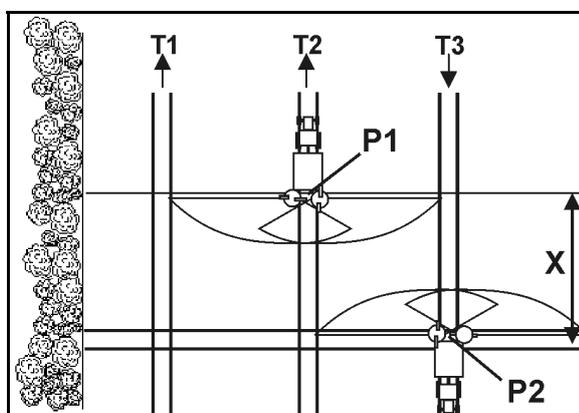

图 71
- 如果撒播盘距田边地车道的距离为 X, 驶入车道 P1 点 (图 71) 时滑门打开。
- 如果撒播盘位于田边地第一车道的高度, 驶离车道 P2 点 (图 71) 时关闭滑门。